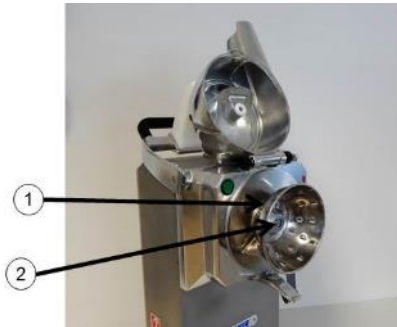

Abbildung 7: Käsereibe HLR mit Reibkorb (1) auf Nabe (2) aufgesteckt
Klemmen Sie einen Papiersack (5) in Abbildung 7 unter das Auslaufrohr (4) um den geriebenen Käse Aufzufangen und befestigen ihn mit der Sackhalteklammer. Nun können Sie die Käsereibe HLR am Ein/Aus Schalter einschalten und die Käsebrocken in die Einfüllöffnung (3) zuführen, bewegen Sie den Schwenkhebel (1) nach vorne, sobald der Stößel die Einfüllöffnung (3) erreicht beginnt die Maschine automatisch zu reiben. Diesen Vorgang können Sie nun beliebig oft wiederholen, bis die gewünschte Menge Käse gerieben ist.